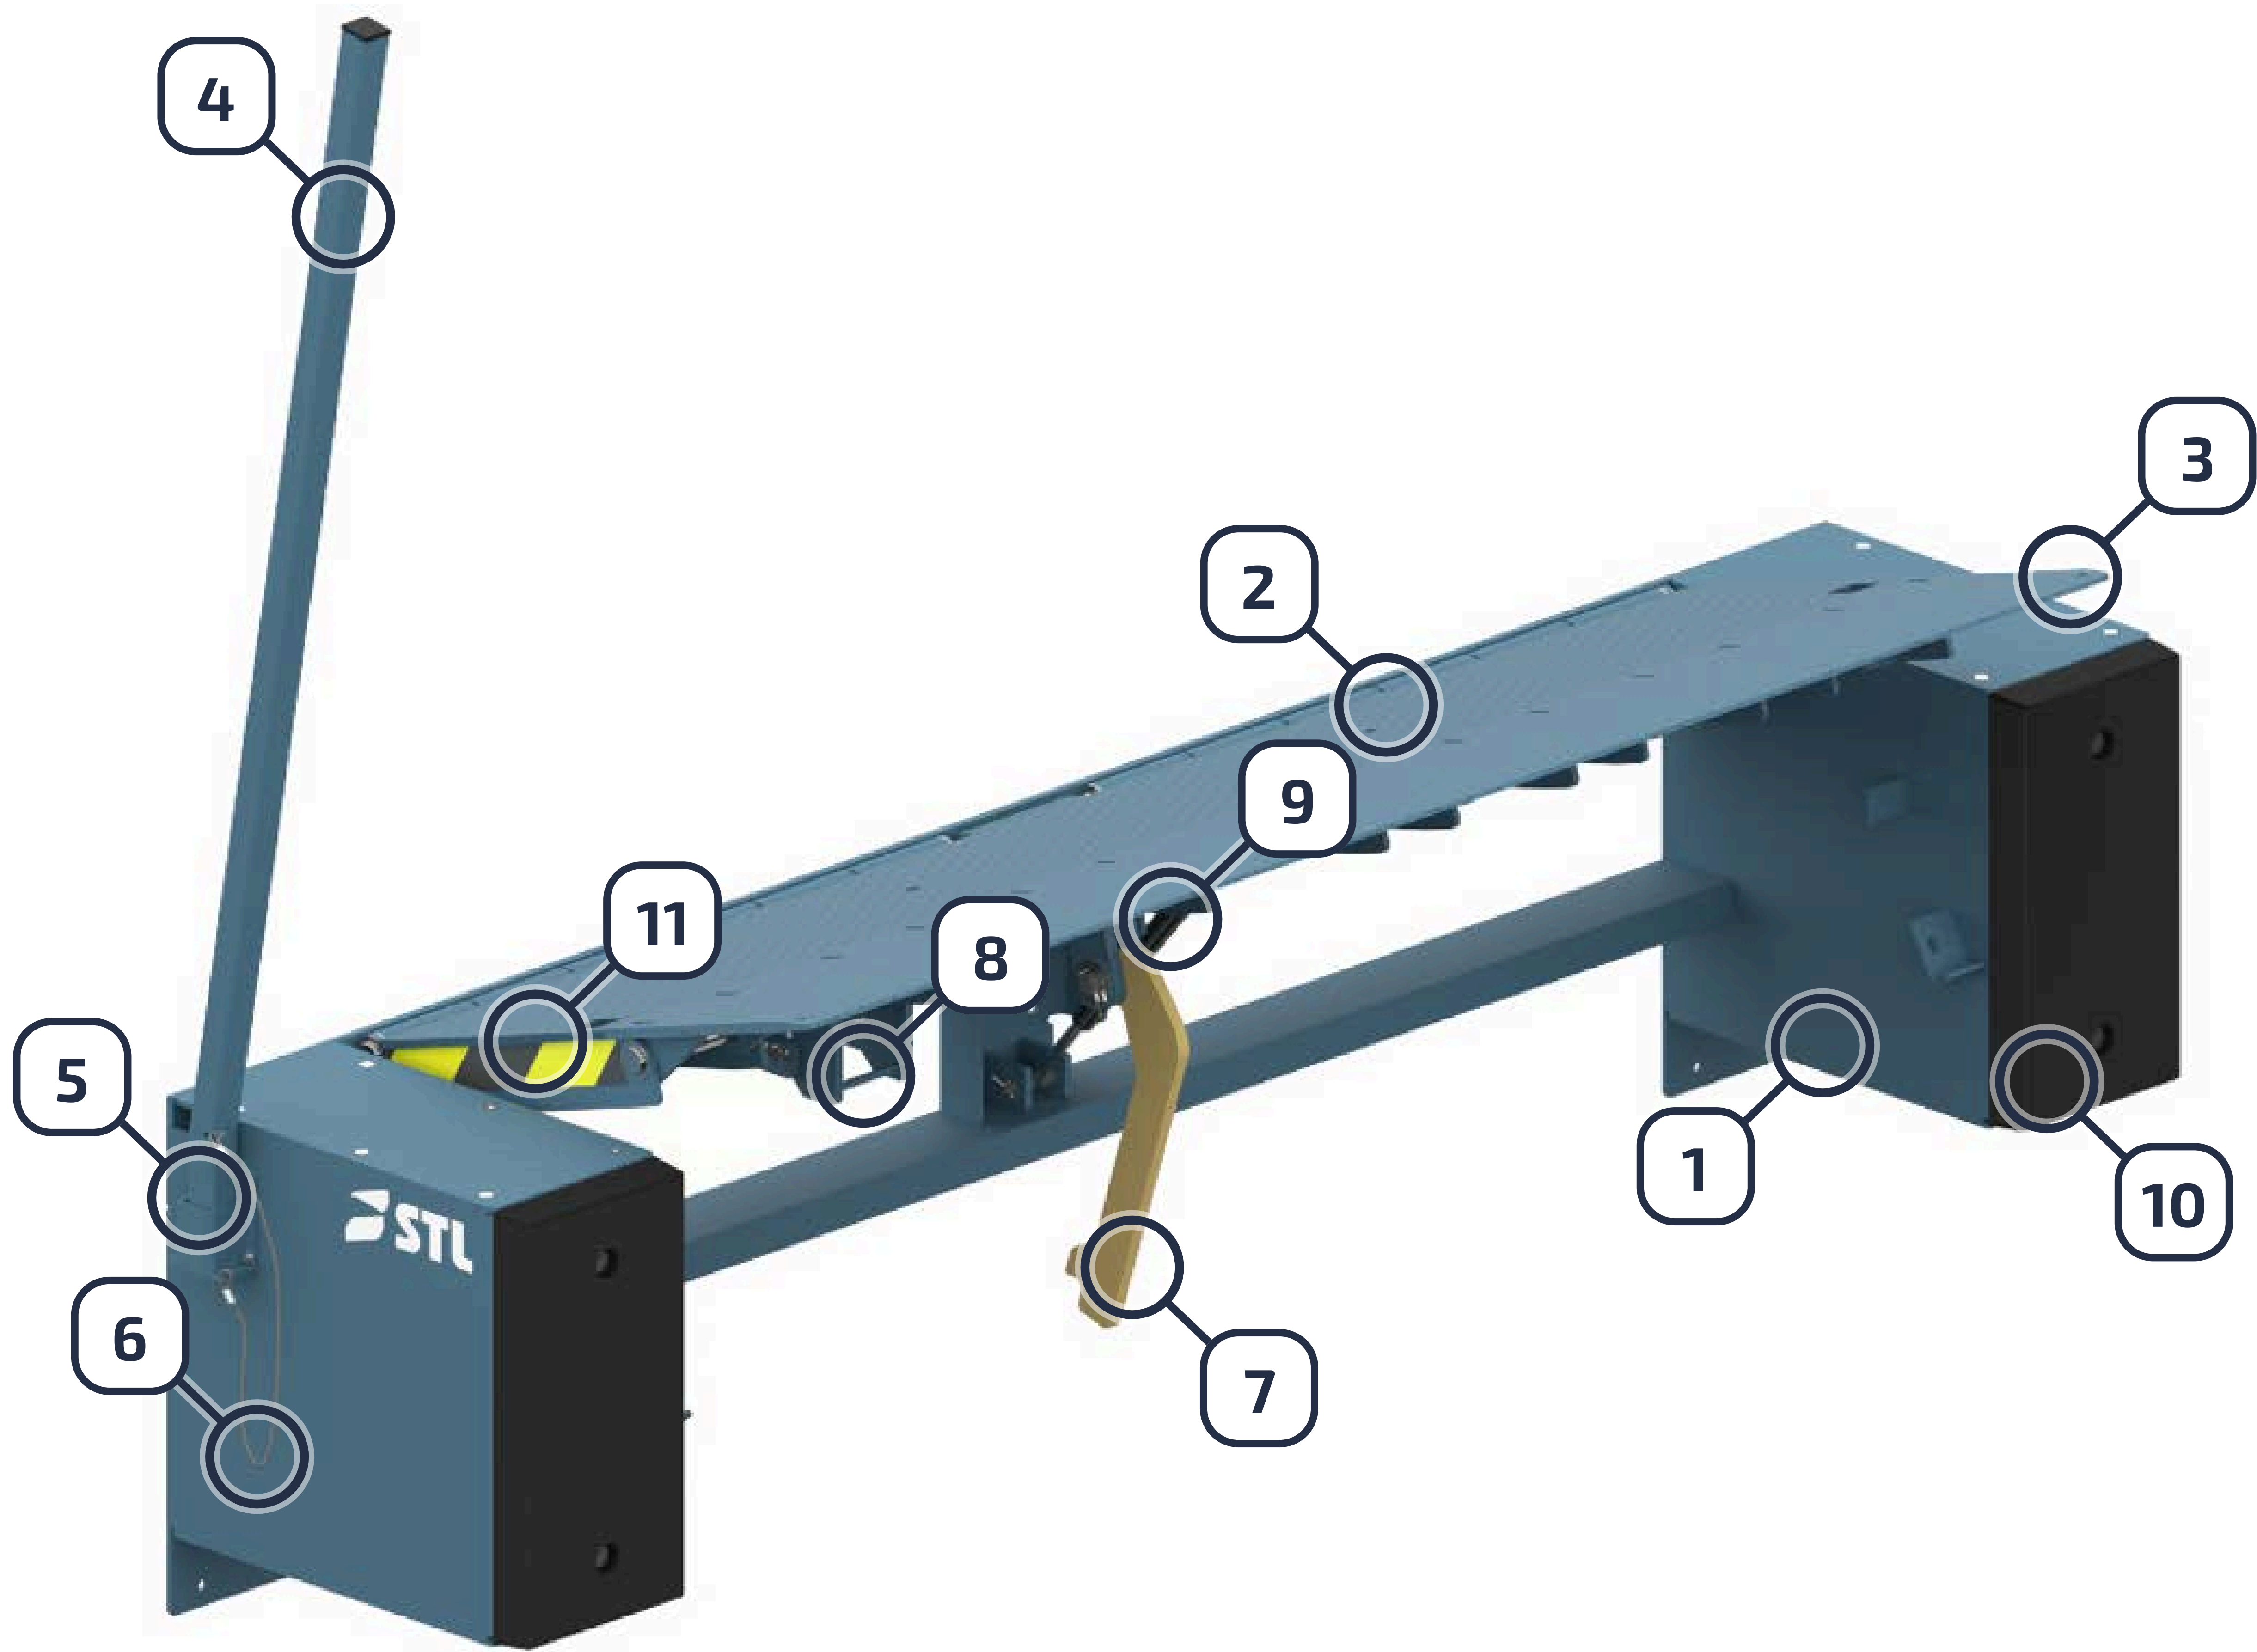

Рисунок 2. Общее устройство минидоклевеллера.
Минидоклевеллер управляется с помощью рычага управления. Принцип работы платформы выглядит следующим образом (смотреть рисунок 2):
2. Установить автомобиль таким образом, чтобы кузов с открытыми дверями стоял вплотную к краю минидоклевеллера (упершись в резиновые бампера (рисунок 2, позиция 10) и не допускался произвольный отъезд автомобиля от минидоклевеллера.